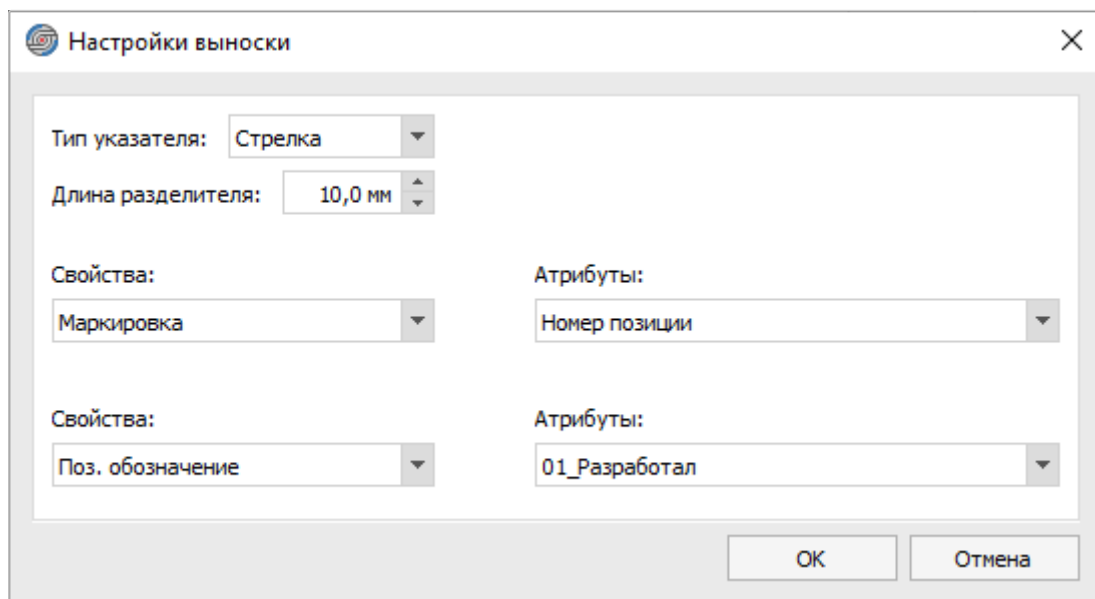

Рисунок 228. Диалоговое окно «Настройки выноски»
- 1) Вызвать диалоговое окно «Настройки выноски» (см. рисунок 228) одним из двух способов: